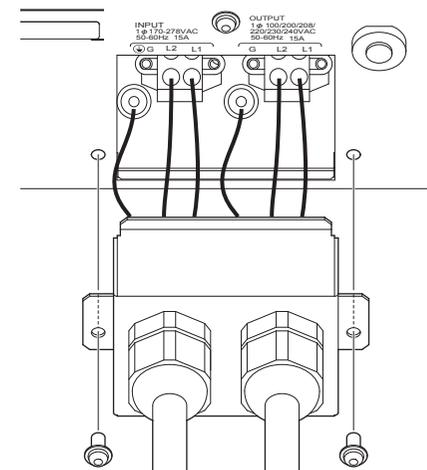

図 4
4. 本製品 (端子台カバー) の上方を本体のスリットに挿し込み、同梱の M3 ネジ 2 個を使用して締め付けます。(図 4 参照) ケーブルクランプのダイヤルを締め、電線を固定します。